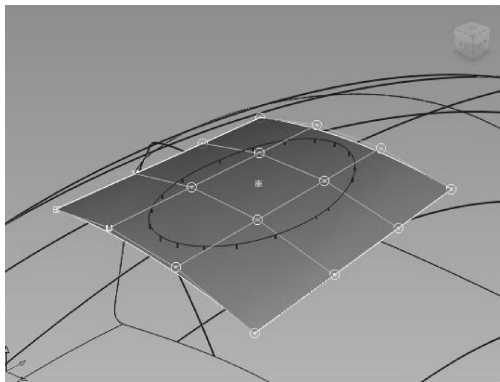
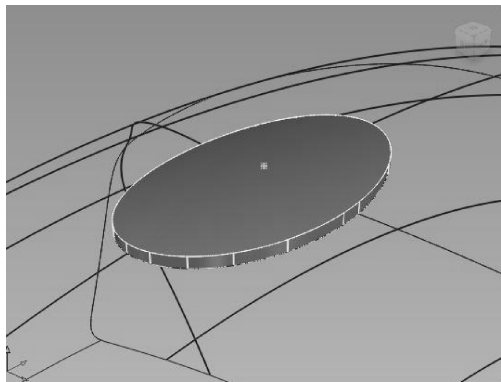

图 10-84 生成平面
图 10-85 修剪曲面
- 05 然后选择【Plane】工具，生成如图 10-84 所示平面，并调整其编辑点和位置，最后利用【Intersect】工具和【Trim】工具修剪曲面，如图 10-85 所示。